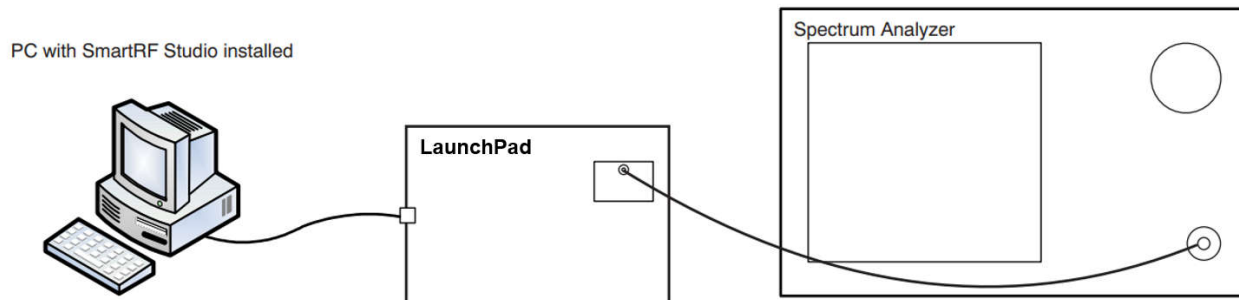
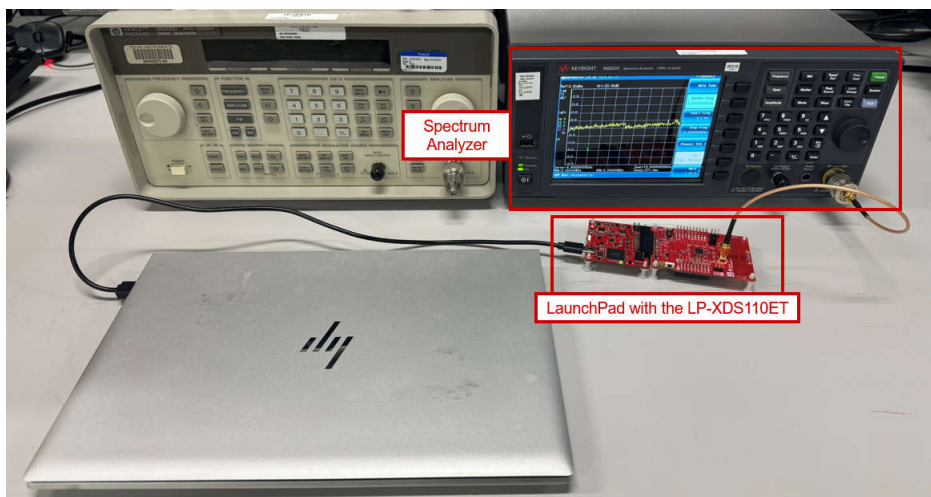
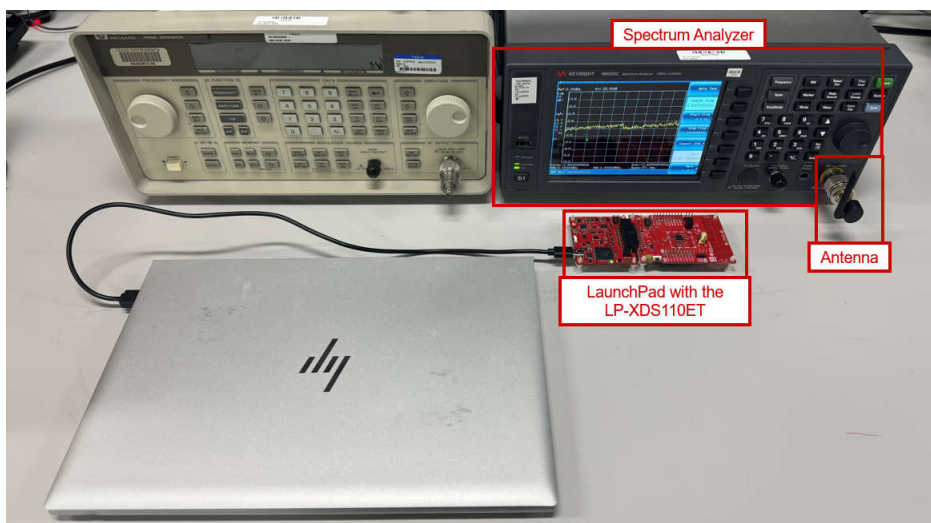

图 7-13. 传输中心频率偏移测试设置示意图
图 7-14. 使用 SMA 连接器的传输中心频率偏移测试工作台设置
图 7-15. 使用天线的传输中心频率偏移测试工作台设置
测试条件：图 7-13 展示了传输中心频率偏移测试的设置。
- 第 1 步：如图 7-13 和图 7-14 所示连接仪器，或者如果使用天线，则参考图 7-15 进行连接。